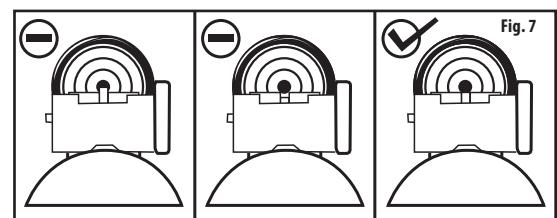

Fig. 7
- Pour les modèles à viseurs ouverts, les dispositifs de visée sont réglés correctement lorsque la lame du guidon est positionnée dans l'encoche de la hausse (Fig 7).